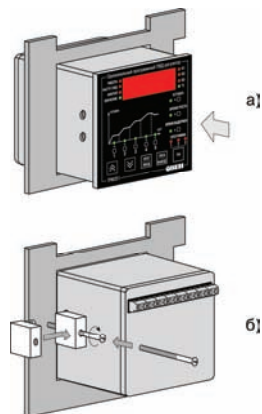

Рис. 6.2. Установка прибора в корпусе щитового крепления
1. Вставьте прибор в специально подготовленное отверстие на лицевой панели щита (см. прил. А и **рис. 6.2, а**).
2. Вставьте фиксаторы из комплекта поставки в отверстия на боковых стенках прибора (**рис. 6.2, б**).